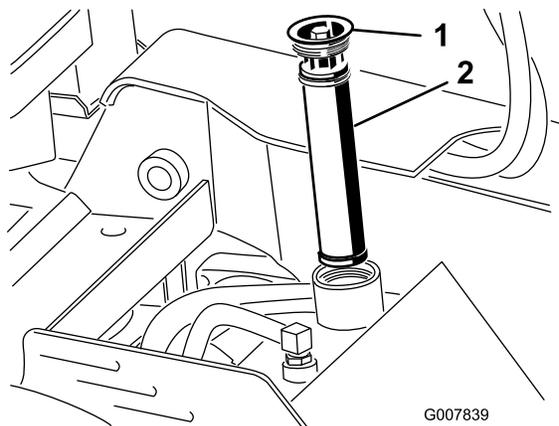

図 55
5. 古いフィルタを外して捨てる 図 55。
6. 新しいフィルタを取り付け、キャップをして上部ボルトを $1315.5\text{N}\cdot\text{m}$ 、 $2.32.8\text{kg}\cdot\text{m}$  =  $110140\text{in}\cdot\text{lb}$ にトルク締めする 図 55。
6. 油圧オイルタンクのフィルタとキャップ 図 55 を取る。
12. フィルタを取り付け、キャップをして上部ボルトを 13 15.5N·m 2.32.8kg.m = 110 140in·lb にトルク締めする 図 55。